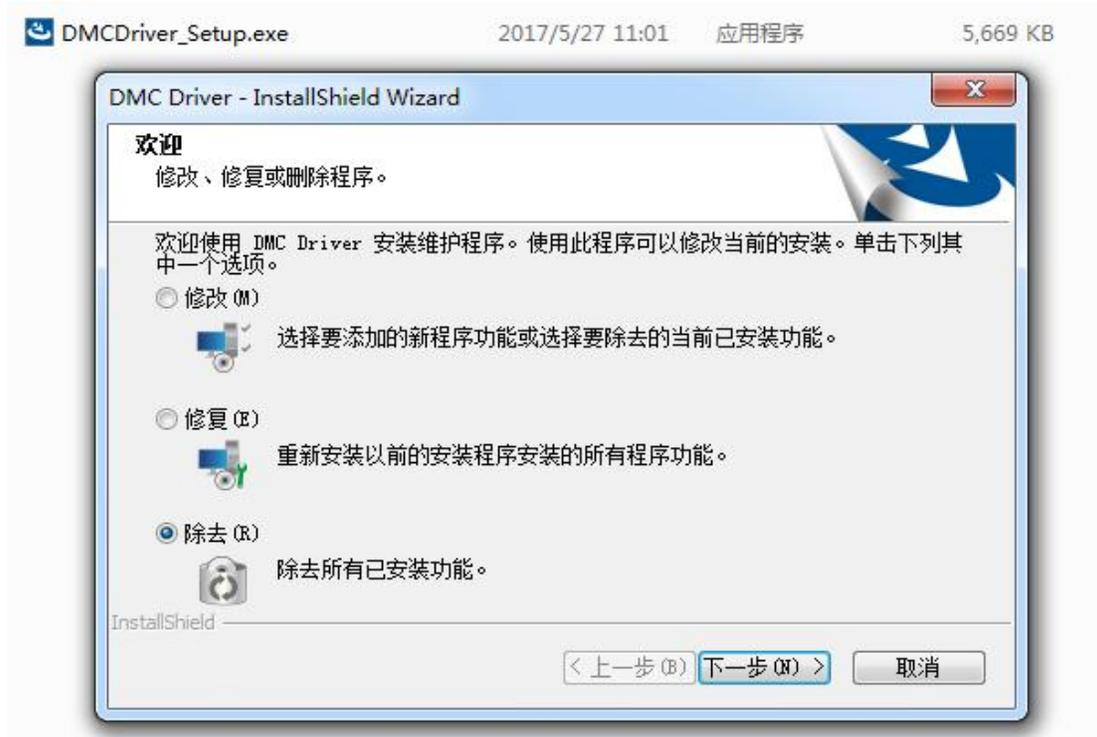

图 4.11 删除驱动选项
1、双击驱动文件 DMCDriver_Setup.exe，如果出现如图 4.11 所示对话框，请选择“除去”，并点击“下一步”。